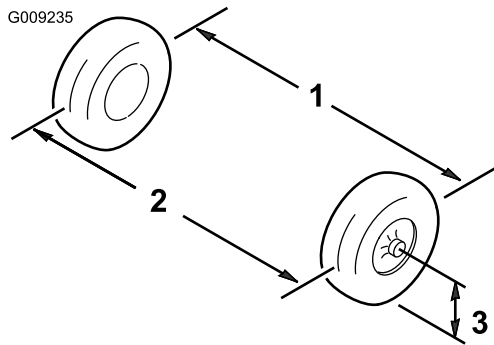

Figura 101
- Mida la distancia entre los neumáticos delanteros a la altura del eje, en la parte delantera y trasera de las ruedas (Figura 101).